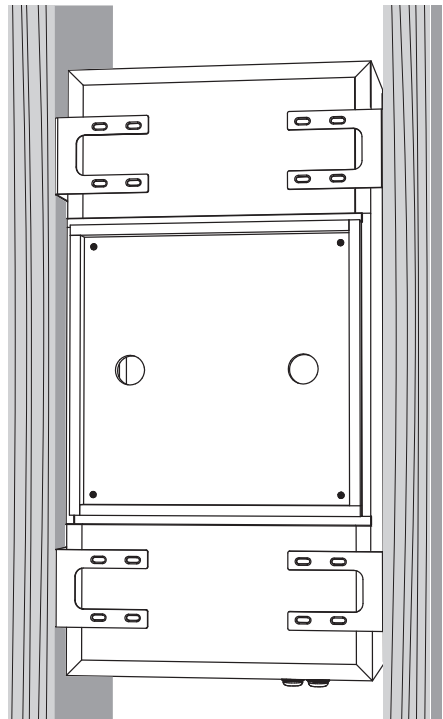

図 2. ブラケットとバック缶を一緒にねじ込みます。
3. アシスタントの助けを借りて、バック缶を天井根太の間の選択した位置まで慎重に持ち上げ、4 つのブラケットで支えられ、それらの間の中央に来るまで、持ち上げて所定の位置にスライドさせます (図 2)。